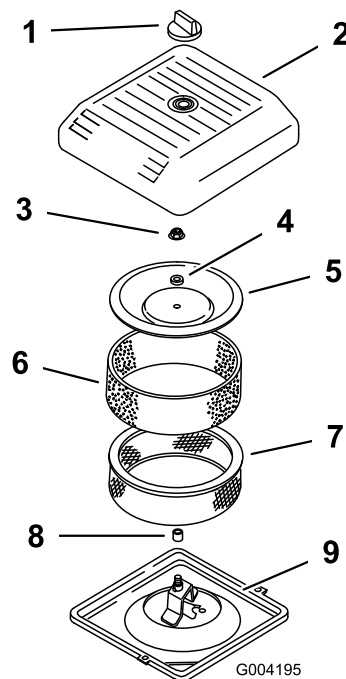

Figura 147
1. Fate scorrere attentamente il prefiltro in schiuma sintetica sul filtro di carta (Figura 147).